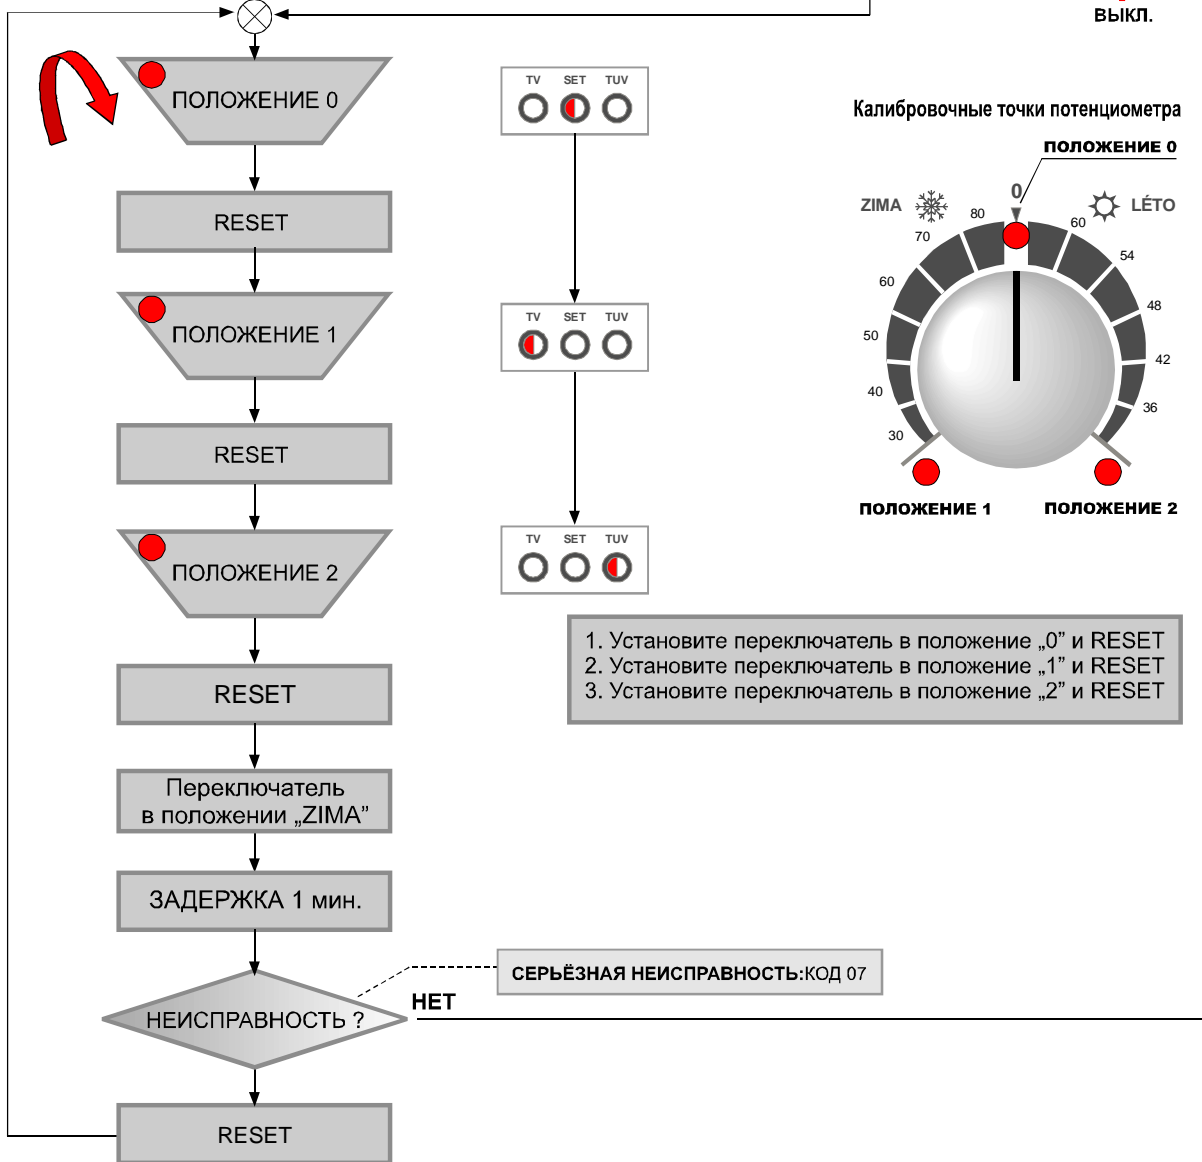

Рис. 19 – Последовательность при калибровке
7.3 Калибровка (рис. 19)
Последующие действия при калибровке рис. 19, стр. 19.